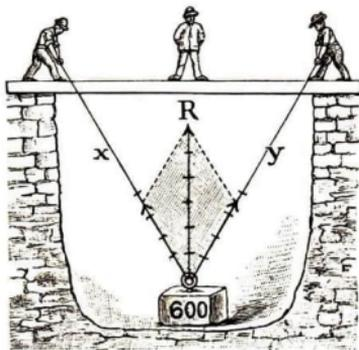

Abb. 56. Zerlegung von R
Beispiel: Es soll, wie Abb. 56 zeigt, eine Last $R = 600$ kg von zwei Arbeitern X und Y emporgezogen werden, deren Seile Winkel von 30° mit der Lotlinie bilden. Was hat jeder zu ziehen? **Antwort:** Soll die Last durch einen Arbeiter aufgezogen werden, so hat dieser eine Kraft $R = 600$ kg aufzuwenden. Diese wird
2. Eine Last $R = 500$ kg soll an zwei Seilen gehoben werden (Abb. 56), die mit dem Lot je einen Winkel von 30° (45°) bilden. Welche Seitenkräfte sind zum Hub nötig? (Zeichnung; Messung!)